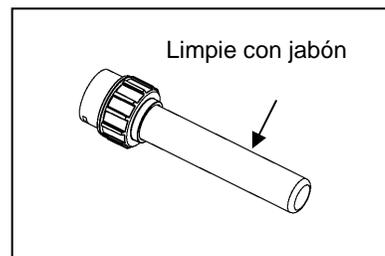

Fig. 14
9. Limpie el tubo de cristal UV con agua jabonosa tibia. Fig. 14